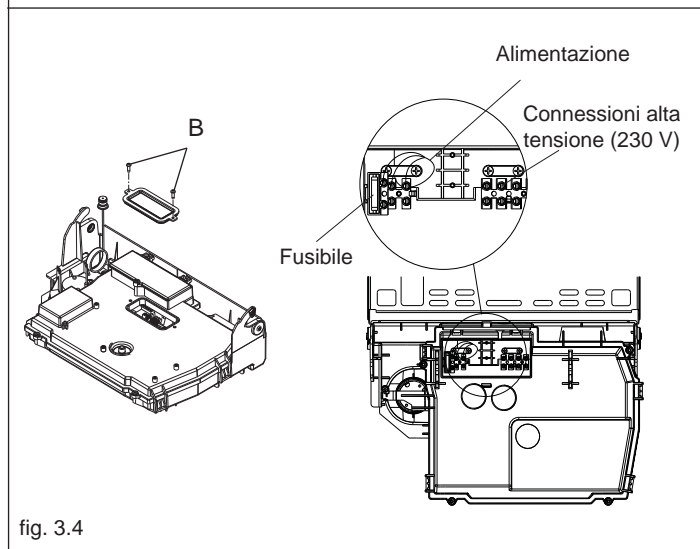

fig. 3.4
- rimuovere il coperchietto morsettieria agendo sulle viti B (fig. 3.4)